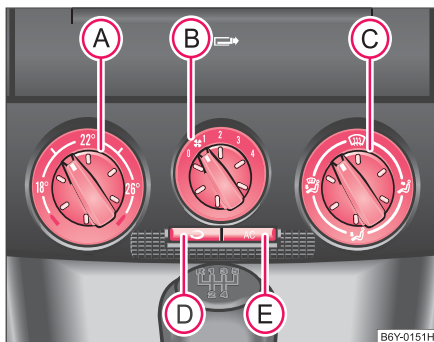

Abb. 80 Klimaanlage: Bedienelemente
Die Klimaanlage arbeitet, wenn die Taste  ⇒ Seite 92, Abb. 80  gedrückt ist und folgende Bedingungen erfüllt sind:
- Drehen Sie den Drehregler **(A)** ⇒ Abb. 80 nach rechts, um die Temperatur zu erhöhen.
- Drehregler **(A)** ⇒ Seite 92, Abb. 80 bis zum Anschlag nach rechts
- Drehregler **(A)** ⇒ Seite 92, Abb. 80 bis zum Anschlag nach links
- Drücken Sie die Taste  ⇒ Seite 92, Abb. 80, das Tasten-Symbol  leuchtet auf.
Wenn der Luftverteilungsregler **(C)** in der Position  ⇒ Seite 92, Abb. 80 steht, wird der Umluftbetrieb automatisch ausgeschaltet. Durch wiederholtes Drücken der Drucktaste **(D)** können Sie auch in dieser Stellung den Umluftbetrieb wieder einschalten.